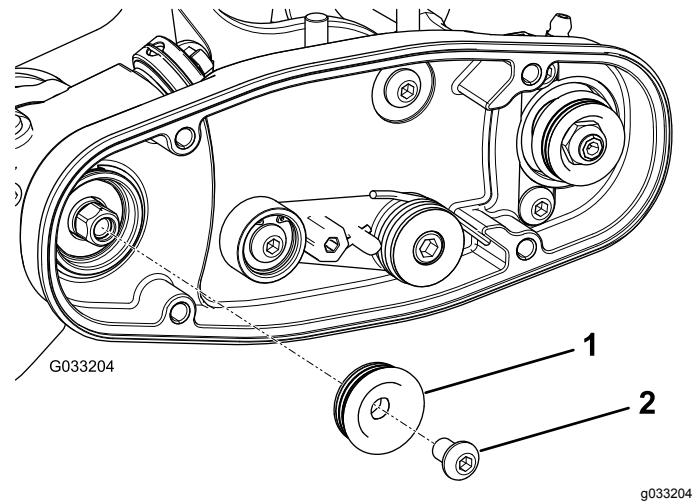

Bild 12
2. Montieren Sie die Antriebsscheibe an der Groomerwelle (Bild 12).
3. Schmieren Sie die Sechskantschraube mit 242-Loctite (blau) ein und befestigen Sie die Riemenscheibe mit der Schraube an der Antriebswelle, siehe Bild 12.